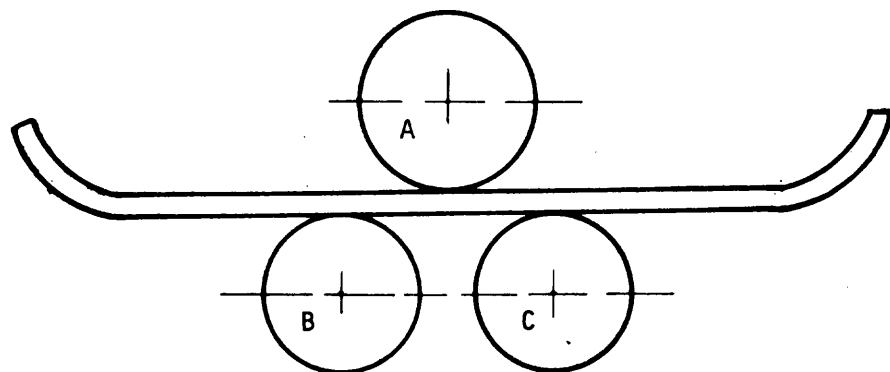

Fig. 2
- b Escuadre la chapa y haga descender el rodillo superior "A" hasta que llegue a tocarla (fig. 2).